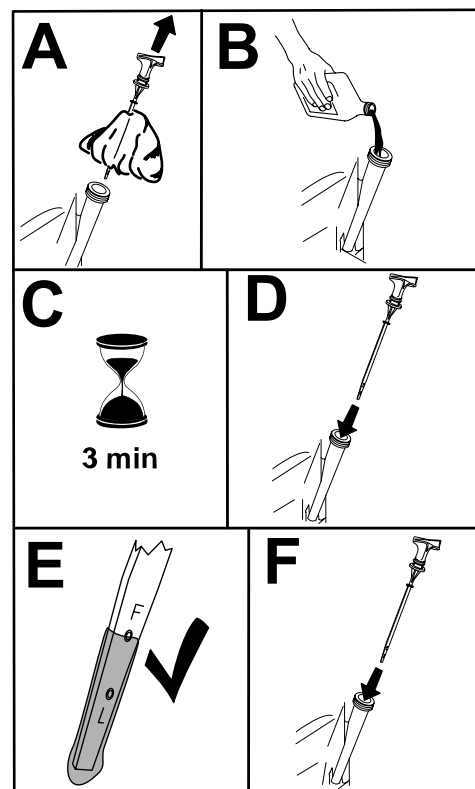

Figure 24
5. Versez avec précaution environ 80 % de la quantité d'huile spécifiée dans le goulot de remplissage (Figure 24).